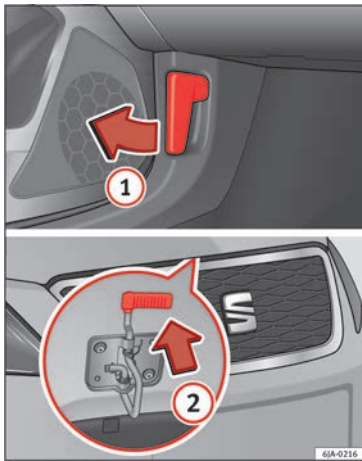

Fig. 7 Ver ubicación en pág. 7-8
• Abrir el capó: tire de la palanca que hay debajo del tablero de instrumentos » fig. 7 ①.
• Levantar el capó: haga presión hacia arriba sobre el saliente situado debajo del capó » fig. 7 ②. El gancho de sujeción queda desbloqueado.